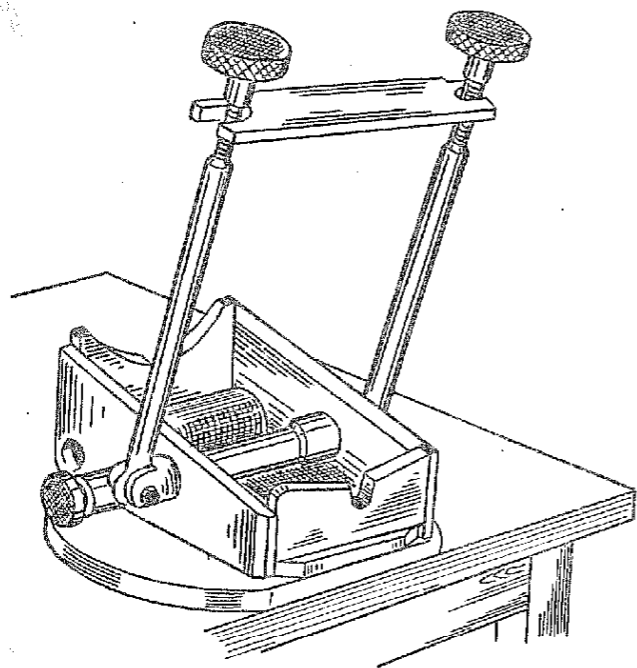

Рис. 57. Приспособление для разборки и сборки коробки передач
1.2. Установить коробку передач на приспособление (приспособление для разборки и сборки коробки передач, рис. 57).